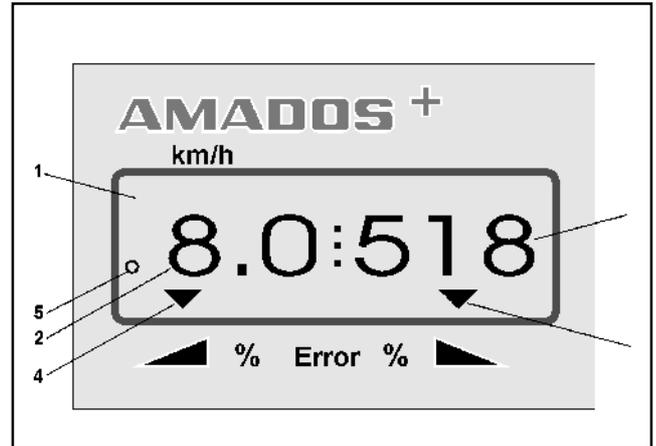

Fig. 1
- **AMADOS+** è fornito con un display a 6 cifre (Fig. 1/1). Quando è in funzione, il display mostra:
- la velocità di avanzamento corrente in [km/h] (Fig.1/2)
- la quantità da distribuire corrente in [kg/ha] (Fig.1/3) e
- le funzioni di controllo (Fig. 1/4), per es. l'apertura dei dosatori sinistro e destro.
Sulla parte sinistra del display ci sono due simboli aggiuntivi. La freccia verticale (Fig. 1/5) appare mentre si esegue la calibrazione della distanza per determinare il fattore di calibrazione del fertilizzante (solo spandiconcime profiS). Il cerchio sotto (Fig. 1/6) dovrebbe lampeggiare quando la macchina è in funzione ed indica che il sensore contaetti per controllare l'area o la distanza percorsa sta trasmettendo gli impulsi all' **AMADOS+**.